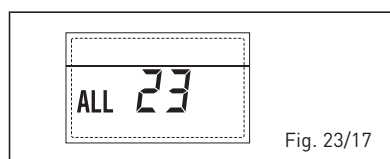

Fig. 23/17
- ANOMALIA Sonda COLLETTORE SOLARE (S1) “ALL 24” (fig. 23/18)